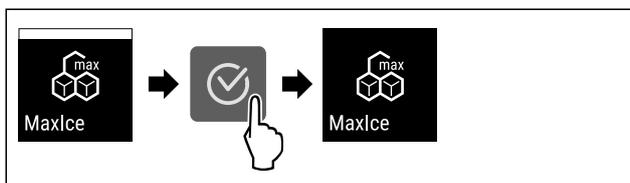

Fig. 23
- ▶ Выполните шаги действия (см. Fig. 23).